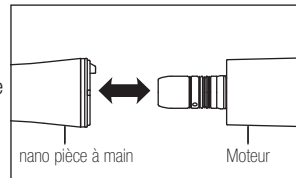

Fig. 1
- 1) Insérez l'instrument directement au moteur (Fig. 1). Vissez la pièce à main jusqu'à ce qu'un declic retentisse indiquant que la pièce est verrouillée en position.